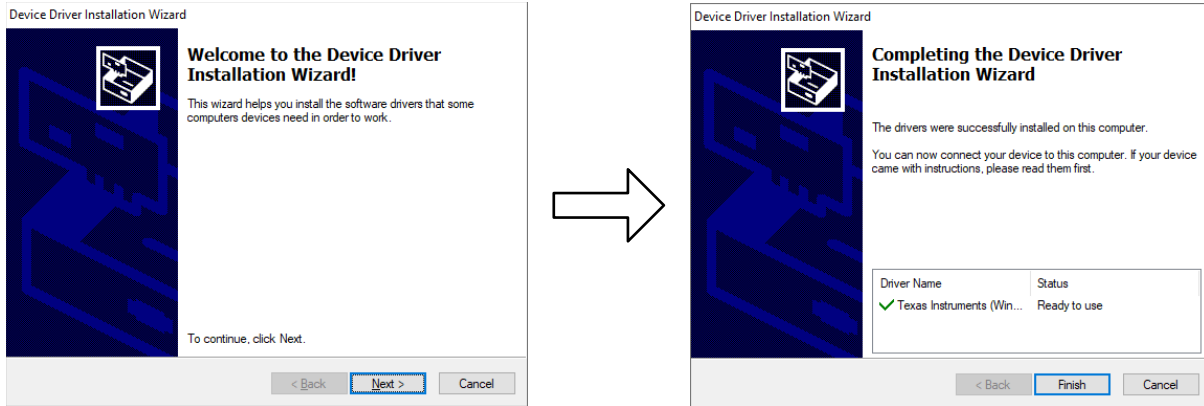

图 5-3. 器件驱动程序安装向导
3. 在 ADS7953EVM GUI 安装过程中，屏幕上会显示器件驱动程序安装向导 ( 图 5-3 )。点击 *Next* 按钮继续，然后在安装完成后点击 *Finish* 按钮。